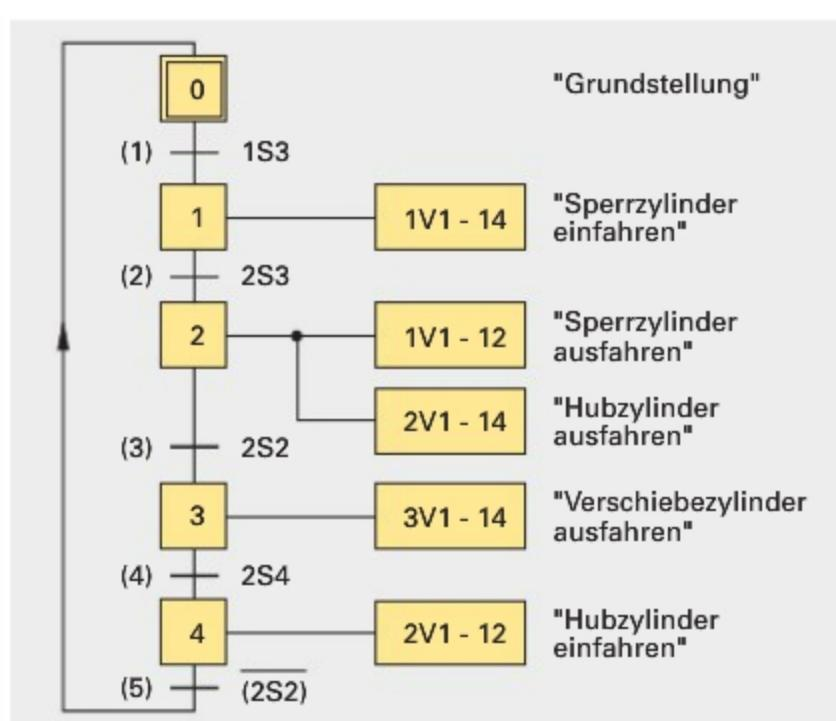

Bild 2: GRAFCET für den Ablauf an der Förderanlage
**GRAFCET (Bild 2).** Der Ablauf der Zylinderbewegungen kann im GRAFCET übersichtlich dargestellt werden.